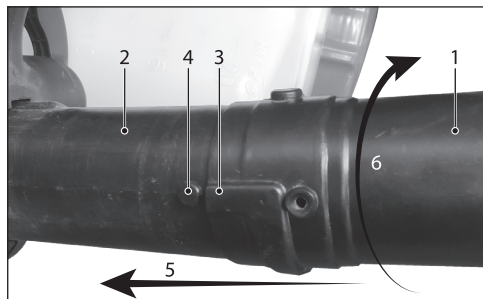

Рис. 4
4. Наденьте трубу напорную 1 (тип Б) (рис. 4) на трубу напорную 2 (тип А), совместив паз 3 и выступ 4, по направлению 5 до упора. Затем поверните трубу 1 по часовой стрелке 6 до упора для закрытия замка.